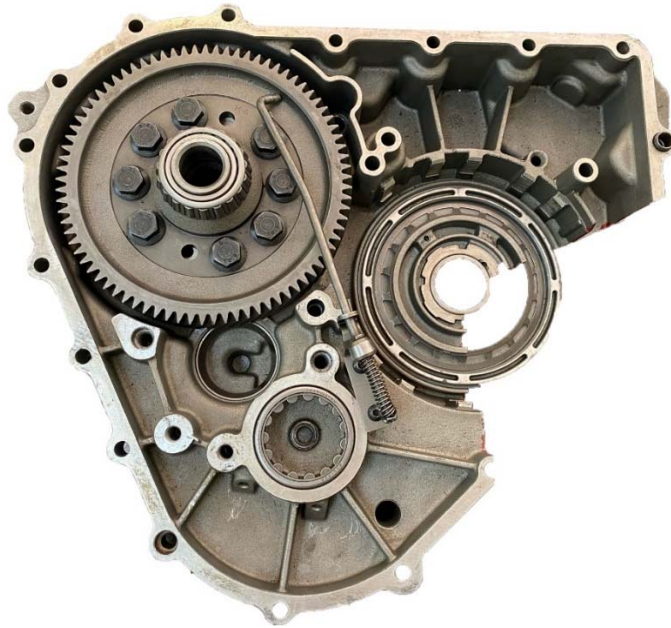

Рисунок 88 – установка кронштейна штока в крышку картера.
- установить кронштейн штока положения «Р» селектора выбора режима движения в крышку (рисунок 88);